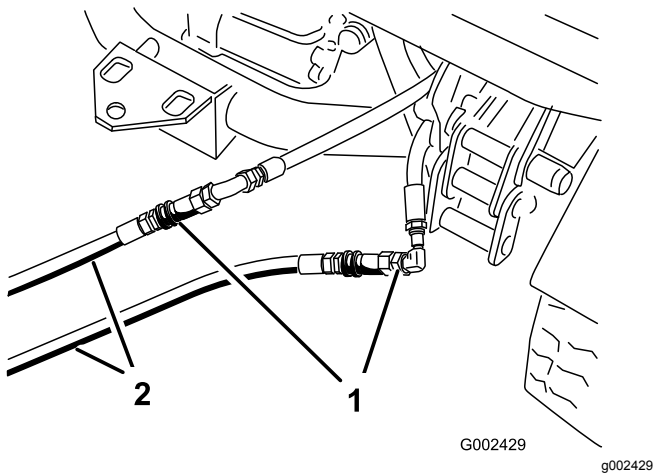

Figura 85
3. En la máquina inmovilizada, conecte las dos mangueras de interconexión a las mangueras que fueron desconectadas (Figura 85).